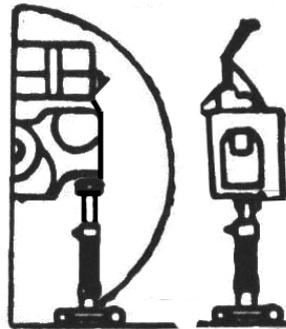

Рисунок 4.6
- 5) подведите под корпус заднего моста (ЗМ) опору винтовую Р-7521 (или аналогичную ей) (рисунок 4.6) до полного контакта с корпусом ЗМ;